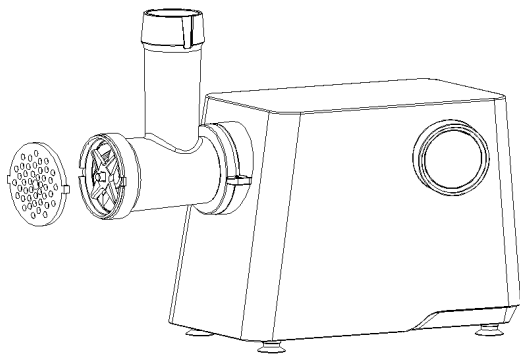

Abb. 5
- Bringen Sie die gewünschte Lochscheibe vor dem Schneidmesser in die richtige Position, sodass die Vorsprünge der Lochscheibe mit den Öffnungen am Kopfteil übereinstimmen (Abbildung 5).